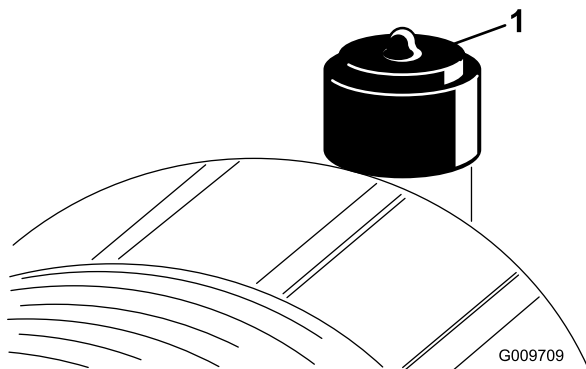

Figura 75
Faça a manutenção ao filtro de ar apenas quando o indicador de manutenção (Figura 75) o exigir. Mudar o filtro de ar antes de ser necessário apenas aumenta a possibilidade de entrar sujeira no motor quando retira o filtro.
2. Reinicie o indicador (Figura 75) se este se apresentar vermelho.